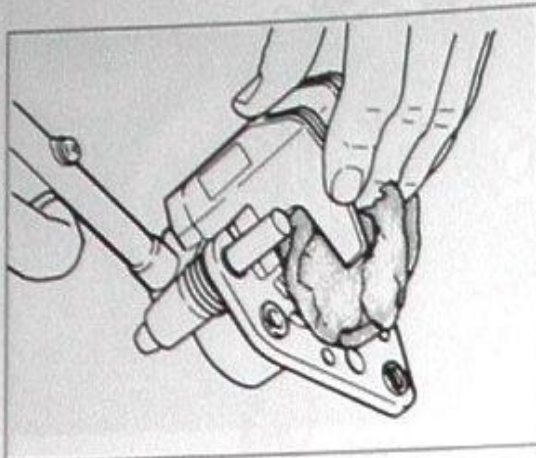

Bild 246
- Druckluft in Bremsschlauch-Anschlussgewin-de blasen, um Kolben herauszustossen. Lappen um Bremssattel legen, um Kolben weich aufzu-fangen (Bild 246). Vorsicht im Umgang mit Druck-luft! Vorsichtig dosieren, Mündung der Blaspisto-le nicht zu dicht an Einlassöffnung halten!